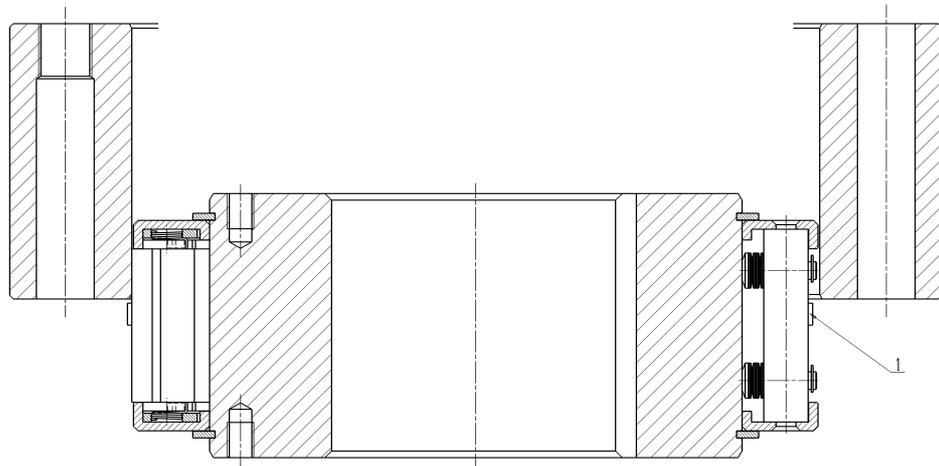

Figura 1 Cómo retirar el anillo exterior de la jaula de elementos de bloqueo
- Sacar el anillo exterior (ver figura 1) de la jaula de elementos de bloqueo sólo lo suficiente como para que los elementos de bloqueo se hallen aún 20 mm dentro del anillo exterior, y asegurar el anillo exterior en esta posición.